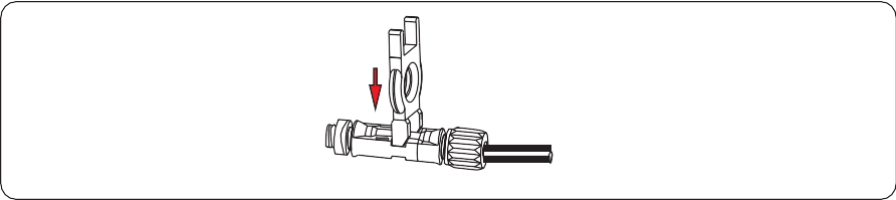

Figura 8.1 Extracción del conector de alimentación de CC
Paso 1: Desconecte todos los cables del inversor, incluidos los cables de comunicaciones, los cables de alimentación de CC, los cables de salida de CA y los cables PGND, tal como se indica en la figura 8.1.